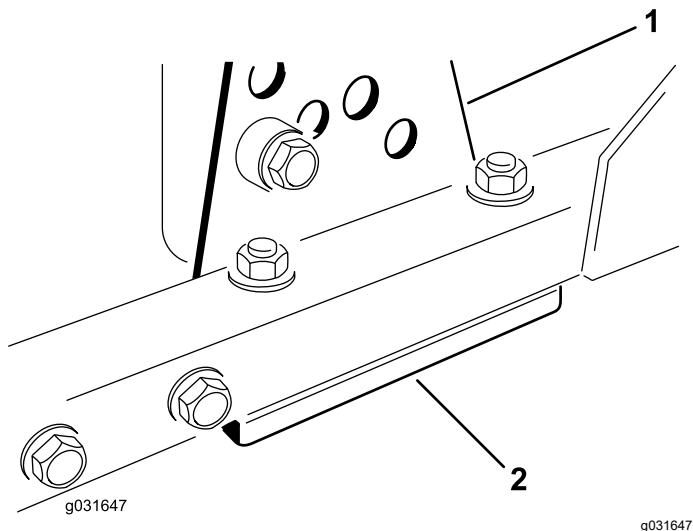

图 71
1. 从滚刀组架上拆除剪草高度支架前、左或右 图 71。
2. 在滚刀组架与剪草高度支架之间增、减 1.5mm 薄垫片和/或 0.7mm 薄垫片以达到所需的剪草高度设置 图 71。
3. 安装剪草高度支架到滚刀组架剩余薄垫片集中放到剪草高度支架的下方 图 71。